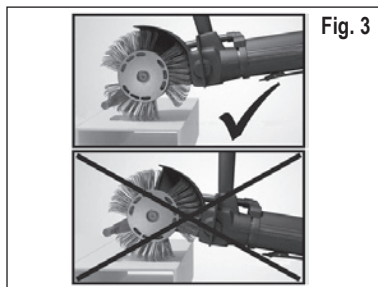

Fig. 3
5. For å oppnå best mulig effekt, må man passe på at akselerasjonsstaven føres nært over den overflaten som skal bearbeides. Hvis det er for stor avstand mellom akselerasjonsstaven og overflaten, avtar effekten merkbart. **Se fig. 3.** En mer grundig beskrivelse av arbeidsmetoden til **MBX®** Bristle Blaster® finner du i **den vedlagte DVD-en eller på www.monti.de**